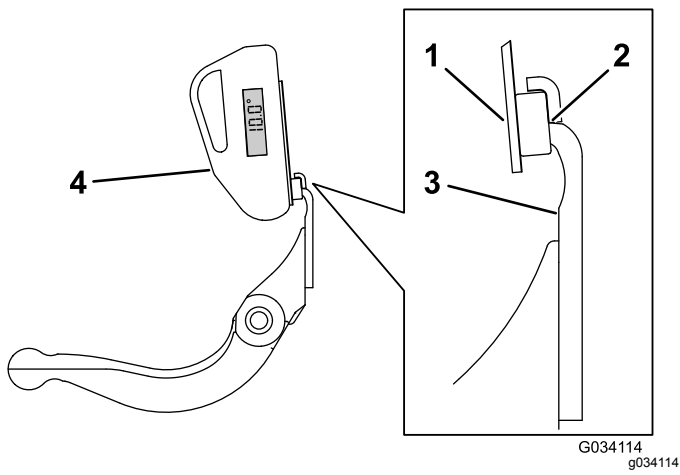

图25
3. 将角度指示器底座放在底刀边缘上以使磁体边缘与底刀边缘紧密配合图25。
4. 如 图25 所示将角度指示器放置到底座上。